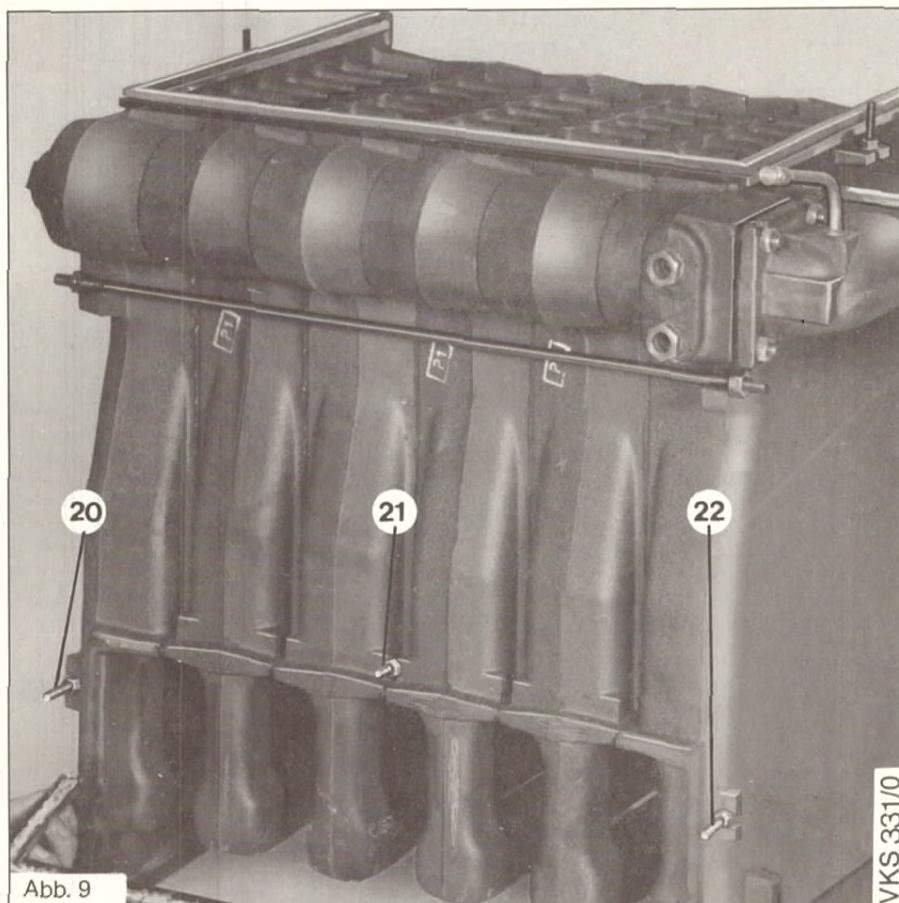

Abb. 9
- Die Hammerschrauben (20, 21, 22) mit Muttern u. Unterlegscheiben in den Aussparungen am Kesselblock befestigen (Abb. 9).